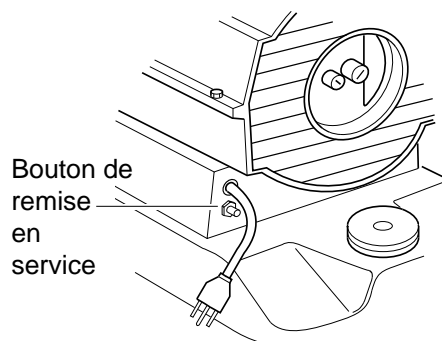

Figure 6 - Bouton de remise en service, modèle 35
5. Branchez la rallonge à une prise standard de 120 volts/60 hertz avec prise de terre. Lorsque la prise est branchée, l'appareil doit s'allumer. S'il ne s'allume pas, poussez sur le bouton de remise en service (voir figures 6 et 7).